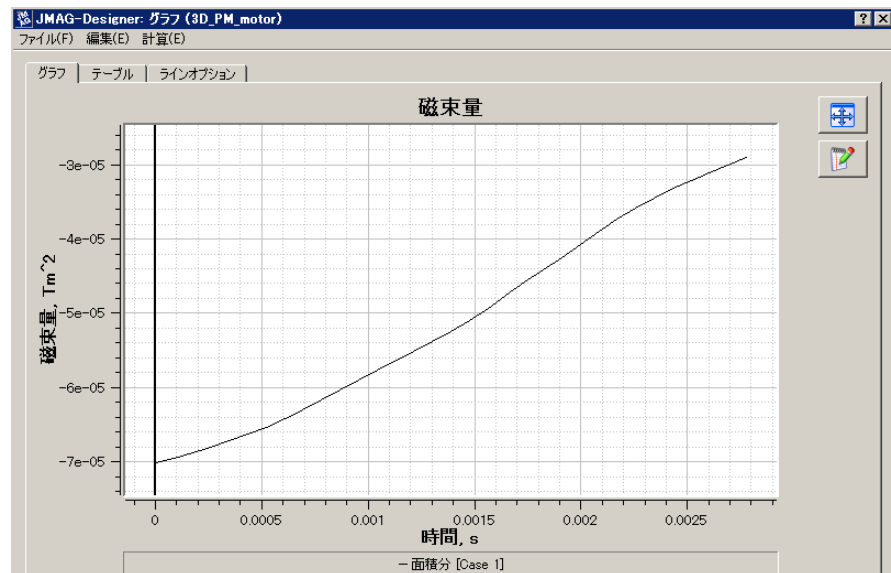

図 2 磁束量の結果
- ⑨. 結果の計算に“磁束密度:磁束量”が追加されます。
- ⑩. “磁束密度:磁束量”を右クリックして“表示”→“磁束量”を選択します。
- ⑪. “磁束量”の結果グラフが表示されます(図2)。